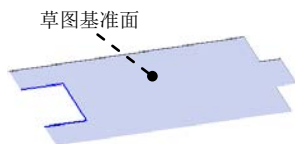

图 14.4.13 切除—拉伸 2
Step8. 创建图 14.4.13 所示的切除—拉伸 2。
(1) 选择命令。选择下拉菜单 **插入(I)** → **切除(C)** → **拉伸(E)...** 命令。
(2) 定义特征的横断面草图。
① 定义草图基准面。选取图 14.4.13 所示的表面作为草图基准面。